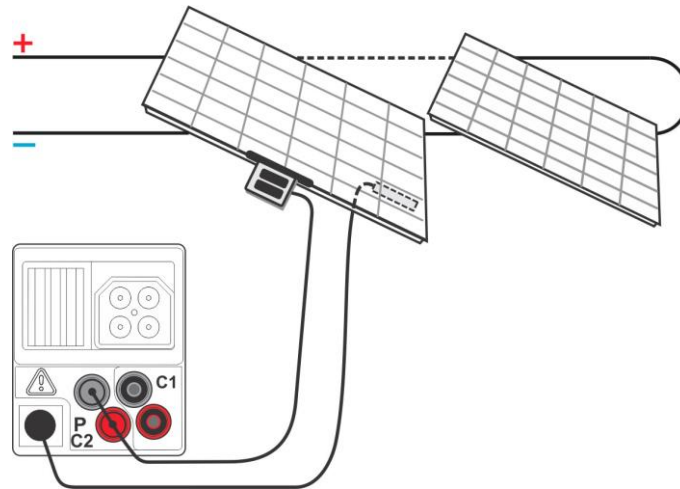

Abbildung 6.18: Messung der Umgebungsparameter
- ❑ **Schließen** Sie die Umgebungssensoren an das Prüfgerät an (siehe Abbildung 6.18).